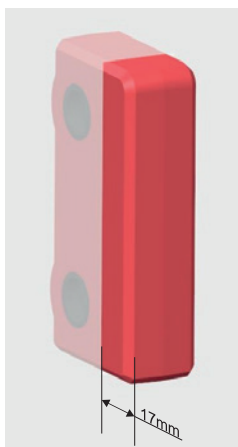

Bild 12
- Der CSMS und der Betätiger dürfen nicht bündig in metallischen Materialien eingebaut werden. Ein Abstand von 17 mm ist einzuhalten (siehe Abb. 12).